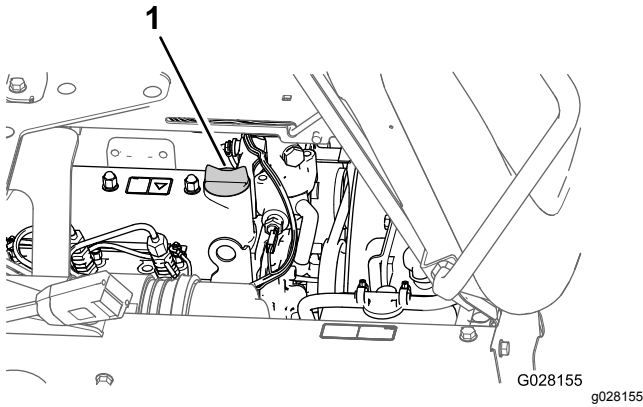

Bild 72
Sie ungefähr 80 % der angegebenen Ölmenge langsam in den Füllstutzen (Bild 72).
8. Setzen Sie den Ölfülldeckel auf den Füllstutzen (Bild 72).